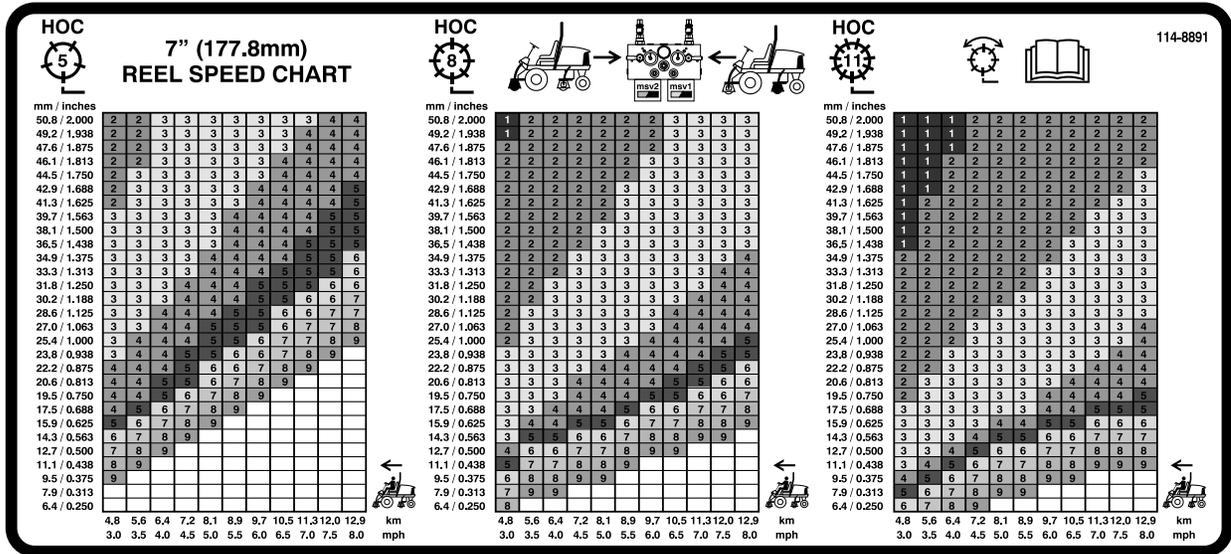

Figura 41
3. Utilizando o gráfico apropriado no autocolante 110-0996 (Figura 41) para Reelmaster 5510 e 5610, unidades de corte de cilindros de 17,8 cm ou o autocolante 110-8923 (Figura 42) para Reelmaster 5410, unidades de corte de cilindros de 12,7 cm determine o ajuste adequado da velocidade dos cilindros.